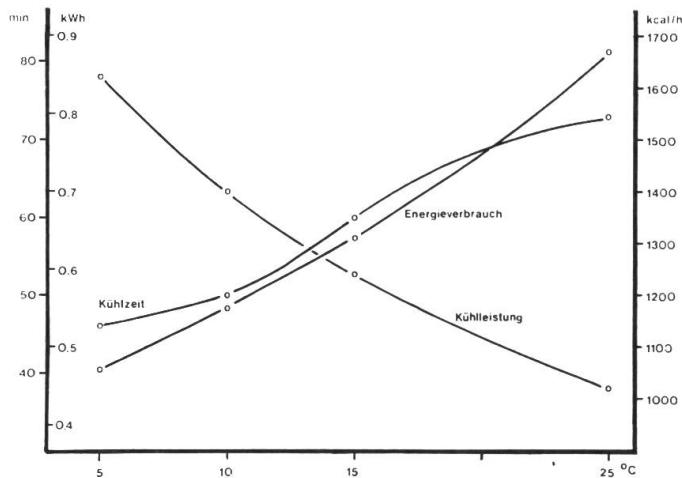

Abb. 24: Einfluss der Umgebungstemperatur auf die Kühlleistung und den Energieverbrauch.
- steigende Umgebungstemperaturen (falsche Aufstellung der Anlage und schlechte Lüftung, siehe Abb. 24)